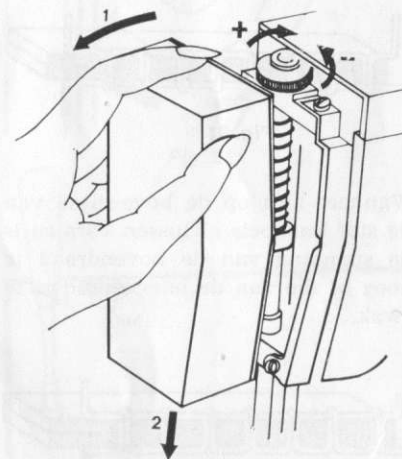

Fig. 26
Bij het opzetten de voorplaat er eerst beneden (2) en dan boven (1) opdrukken. Opdat de stof gelijkmatig wordt geleid moet de naaivoetdruk volgens de afbeelding (fig. 26) worden geregeld.